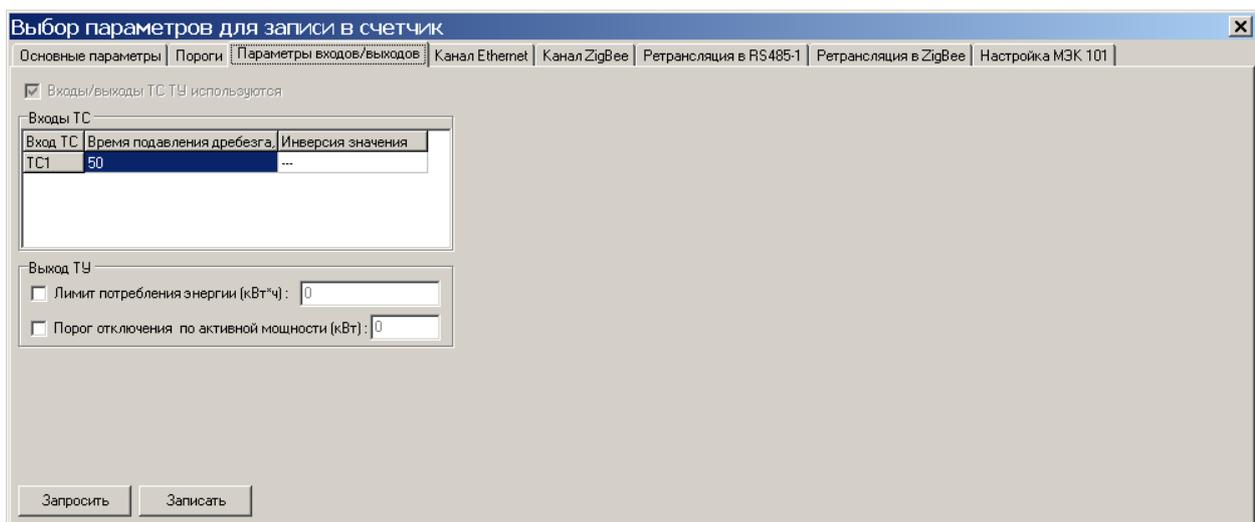

Рисунок 3.14
3.3.4.5 Вкладка *Параметры входов/выходов* (рисунок 3.14) отображается для всех типов счетчиков.
Группа *Выход ТУ* на вкладке *Параметры входов/выходов* (рисунок 3.14) отображается только для счетчиков с одним выходом ТУ. Описания основных параметров приведены в таблице 3.3.